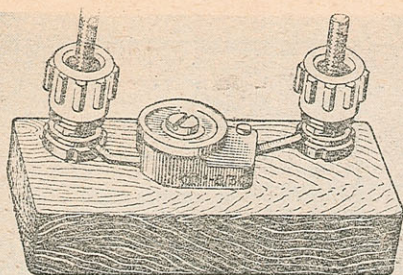

Рис. 6.
6. Конденсатор емкостью 6—25 пф (подстроечный) (рис. 6). Условное обозначение —  $C_3$ .